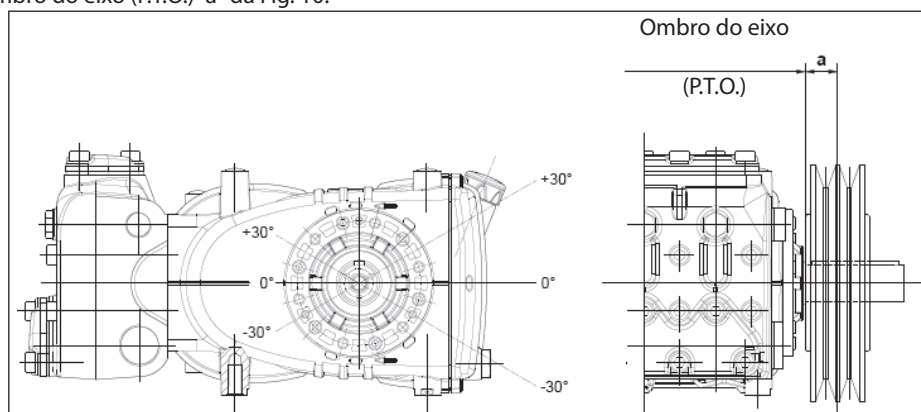

Fig. 10
A carga radial sobre o eixo não deve ser superior a 3000 N (valor necessário para a definição do layout). A transmissão é considerada adequada, se tal carga é aplicada a uma distância máxima de $a=30$ mm do ombro do eixo (P.T.O) conforme indicado na Fig. 10.
- b) Use correias de alto rendimento - por exemplo **XPB** ao invés de **SPB** - pois será necessário uma quantidade inferior de correias com a mesma potência transmitida e uma consequente distância inferior do resultante em relação ao ombro do eixo (P.T.O.) "a" da Fig. 10.
- e) Siga a direção da tensão da correia, conforme indicado na Fig. 10 para exigências diferentes, contate o **Departamento Técnico** ou o **Serviço de Assistência Técnica**.